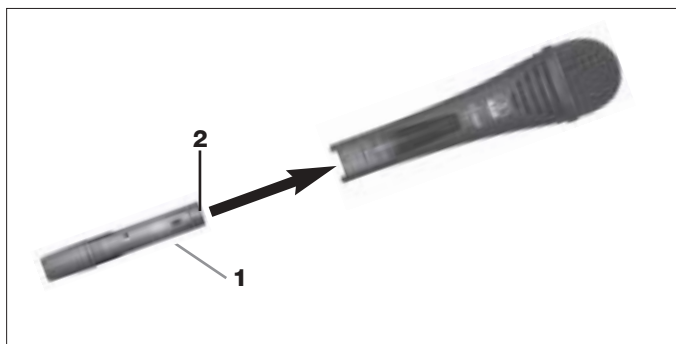

Fig. 7:
- Véase Fig. 7.
2. Sujete el módulo transmisor (1) de tal forma que los contactos (2) indiquen hacia el micrófono.
3. Introduzca el módulo transmisor (1) en el mango del micrófono hasta que se enclave en forma audible. El módulo transmisor se bloquea automáticamente y los contactos eléctricos con el micrófono se establecen también automáticamente.